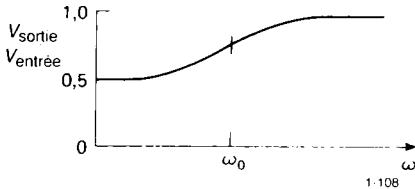

Figure 1.108
(5) Comment feriez-vous un filtre avec  $R_s$  et  $C_s$  pour obtenir la réponse de la figure 1.108 ?